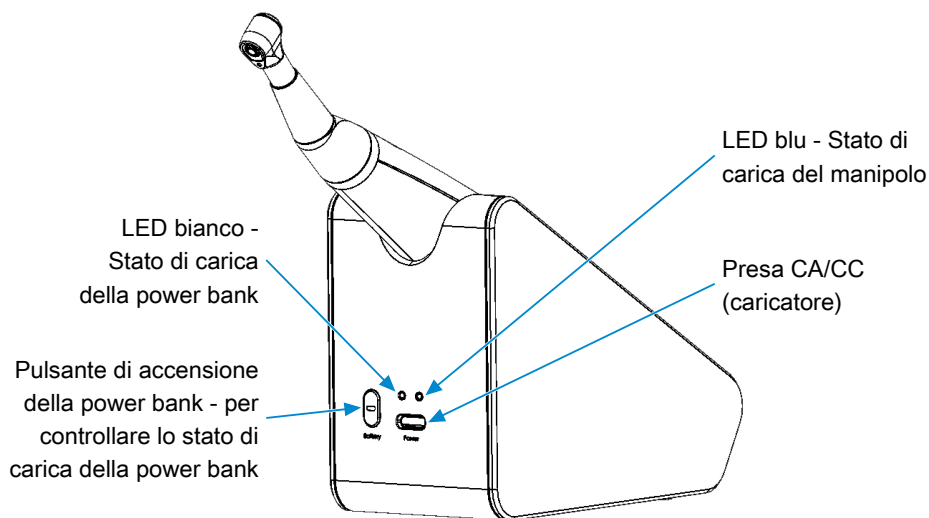

Fig. 2 : Vista posteriore
- Collegare il cavo di ricarica alla presa di ricarica della power bank (vedere sezione [► Fig. 2]). Collegare il caricabatterie alla presa di corrente.